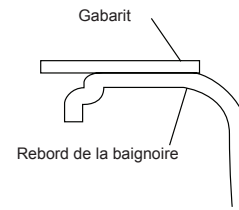

Figure 13 - position du gabarit
- Mesurez la distance du mur ou d'un autre point fixe jusqu'aux lignes centrales (figure 13).